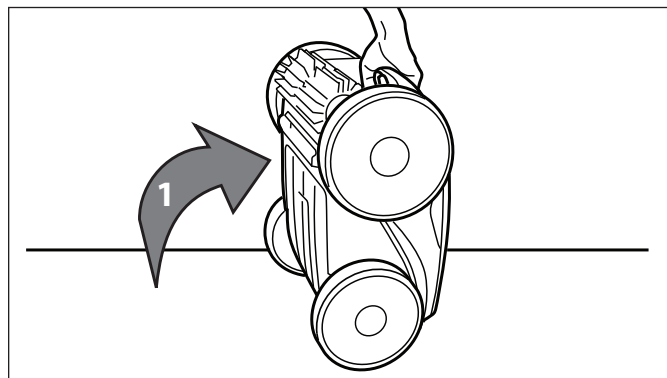

Figura 26. El limpiador está en posición vertical
1. Levante el limpiador en posición vertical, para que la manija quede hacia arriba (Figura 26).